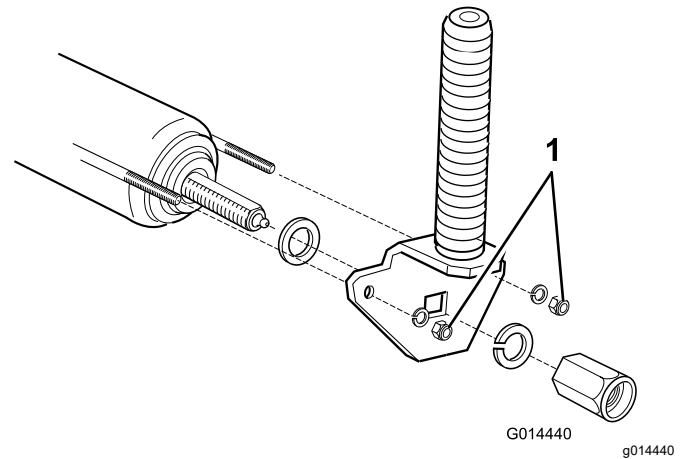

Рисунок 83
- Затяните гайки на 4 полных оборота, чтобы правильно натянуть проволочный элемент (Рисунок 83).